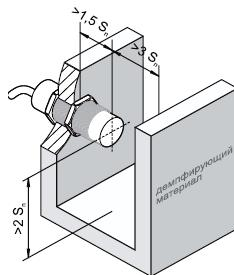

Рисунок 3 - Минимальные расстояния до демпфирующих материалов
5.1 Выключатели рассчитаны на неизолированную установку. Для ВБЕ-Ф60 перед активной поверхностью требуется зона, свободная от металла на расстоянии 3S_h (см. рис. 1). При монтаже ВБЕ-Ц30, ВБЕ-Ц18 следует учитывать минимально допустимые расстояния до окружающих элементов конструкций из металла, указанные на рис. 3.